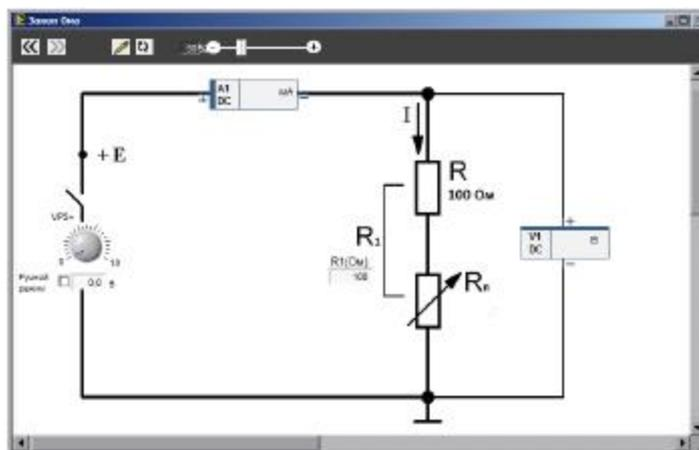

Рис. 3
13. Нажмите на рабочем поле кнопку **Следующий (>>)** и измените схему на плате в соответствии с Рис. 3.